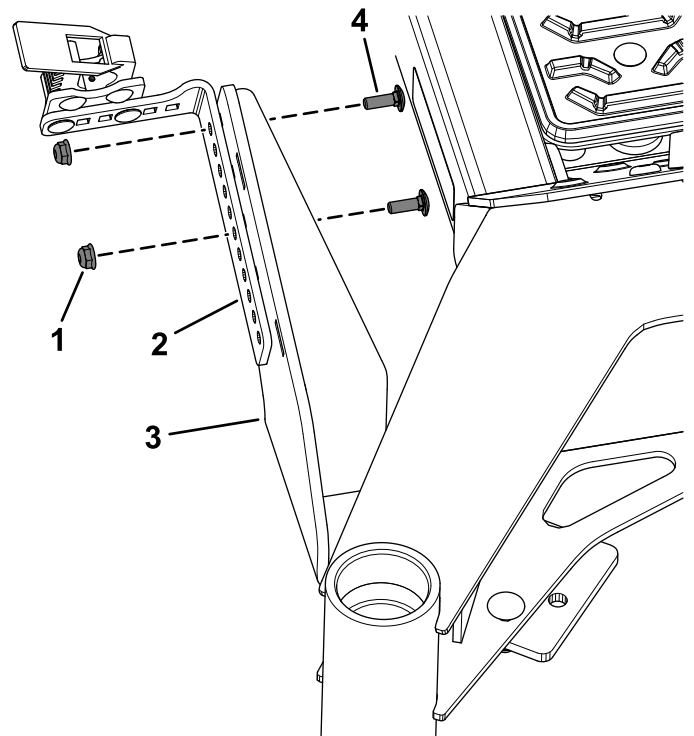

Figure 7
2. Fixez la patte de montage au support inférieur de débroussailleuse à l'aide de 2 boulons de carrosserie ( $\frac{1}{4}$  x  $\frac{3}{4}$  po) et 2 contre-écrous ( $\frac{1}{4}$  po), comme montré à la Figure 7.